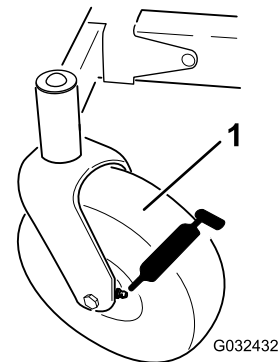

Figure 32
3. Nettoyez les graisseurs (Figure 32) avec un chiffon.
4. Raccordez une pompe à graisse à chaque graisseur (Figure 32).